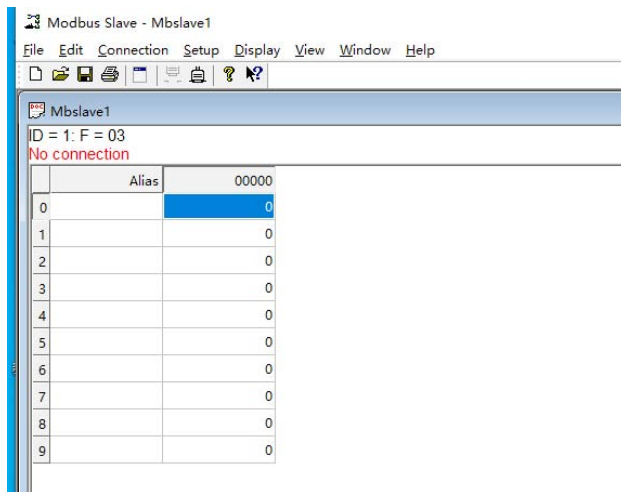

图4
1.3.1.1 打开刚才安装的 Modbus Slave 软件, 如下图 4。